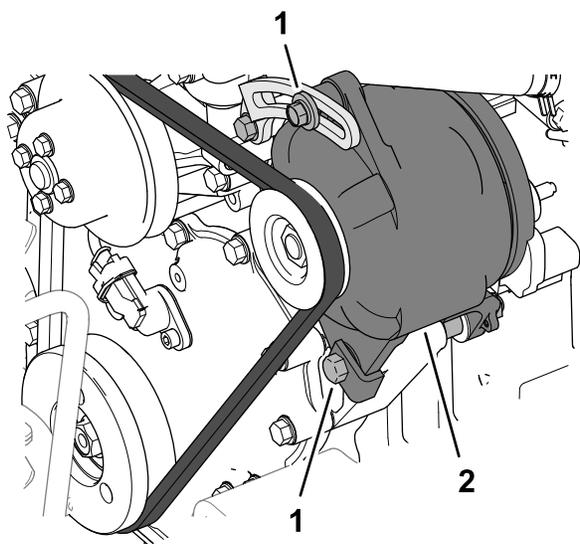

图 99
每操作 100 个小时后检查皮带的状况和张紧力 (图 99)。
5. 如果皮带下压超过或不到 10mm 请松开发电机固定螺栓 图 99。